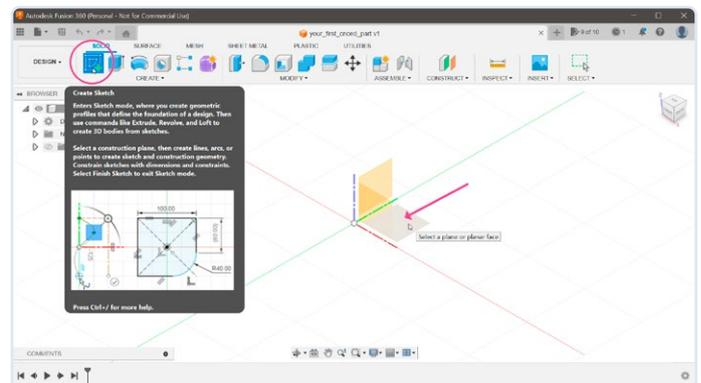

Bild 1. Erste Schritte zum Platzieren Ihrer Skizze. (Quelle aller Bildschirmfotos: Autodesk)
1) Der erste Schritt bei der Erstellung eines 3D-Modells besteht in einer 2D-Zeichnung, der so genannten Skizze (**Bild 1**). Klicken Sie in Fusion 360 in der Symbolleiste auf den Button *Create Sketch* und wählen Sie eine Ebene aus, auf der Sie die Skizze platzieren möchten. Da unser Gehäuse nach oben extrudiert wird, ist es sinnvoll, die Skizze zunächst auf der unteren Ebene des 3D-Raums zu platzieren.